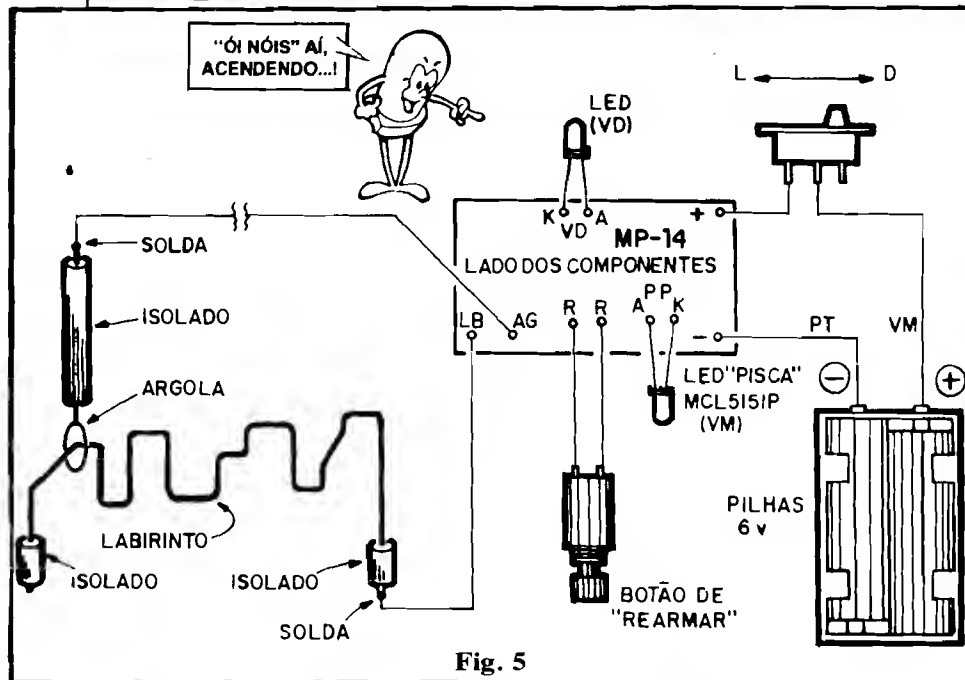

Fig. 5
- **FIG. 5** - Conexões externas à placa. A figura mostra o Circuito Impresso - tal como na fig. anterior - pelo seu lado não cobreado. Atenção maior aos seguintes pontos:
- **FIG. 6** - Sugestão para **lay out** final do JOGO. A caixa sugerida em DIVERSOS/OPCIONAIS da "LISTA DE PEÇAS" apresenta um **maior comprimento** (12,3 cm.) suficiente para a implementação do principal aspecto externo do JOGO, que é justamente o LABIRINTO (detalhes adiante). Quanto ao painel principal do JOGO, tudo pode ser muito simples e direto: o **push-button** de "rearmar" no centro, ladeado pelos LEDs VERDE (jogo "rearmado") e VERMELHO/PISCA (acusador de "toque" no LABIRINTO). Também nesse painel frontal pode ficar, num extremo lateral, a chavinha geral "Liga-Desliga". Quanto ao LABIRINTO, em si, convém rever a fig. 5, comparando as ligações diretas lá mostradas, com o posicionamento final indicado na fig. 6. Um pedaço de fio de cobre sólido e isolado, grosso, com cerca de 40 ou 50 cm. servirá perfeitamente... Remove-se toda a isolamento do fio, menos nas suas duas extremidades, onde devem ser preservados
cerca de 2 ou 3 cm. da dita isolamento (plástico que envolve o condutor de cobre...). Em seguida, deve-se dar ao fio as formas mais "malucas" e inesperadas (geometricamente falando...) possíveis, com curvas, dobras, circunvoluções e "entortamentos" (alguns relativamente "suaves", outros abruptos) em profusão, até que o conjunto apresente uma dimensão geral menor do que o comprimento total da caixa (12,3 cm., no caso do **container** sugerido). As duas extremidades desse LABIRINTO devem ficar voltadas para uma única direção, geometricamente paralelas, portanto, de modo a tornar fácil a sua fixação (adesivo de **epoxy** ajudará...) à caixa, conforme indica a figura. Nessa fixação é **IMPOR-TANTE** que, ambos os extremos do LABIRINTO mostrem as pequenas partes isoladas do fio, formando então pontos de "repouso" para a ARGOLA de jogar. Esta (a ARGOLA) é feita a partir de 10 a 15 cm. do mesmo fio de cobre grosso e sólido usado no LABIRINTO... Numa das extremidades desse pedaço de fio, removem-se cerca de 5 cm. da isolamento e forma-se um pequeno aro, cujo diâmetro interno deve ser de, no máximo, 1,5 cm. (senão a "coisa fica mole" demais...). Na outra extremidade do fio, remove-se a isolamento apenas por alguns milímetros, de modo a facilitar a soldagem do cabinho de ligação que vai ligado ao ponto "AG" da placa (ver fig. 5). Notar também que uma das extremidades do fio/LABIRINTO deve ser
Tudo terminado, coloca-se a argola na posição de "repouso" (fig. 5) em torno de uma das pequenas isolações terminais do LABIRINTO e, segurando-se a manopla ("cabinho" da ARGOLA) com **uma só mão**, deve ser tentado o percurso total (até o ponto de "repouso" no **outro** extremo do LABIRINTO...) sem **nunca** tocar a ARGOLA no LABIRINTO (o JOGO pode ser previamente "reseta-do", pela momentânea pressão no **push-button**, garantindo que tudo comece com o LED VERDE aceso...).